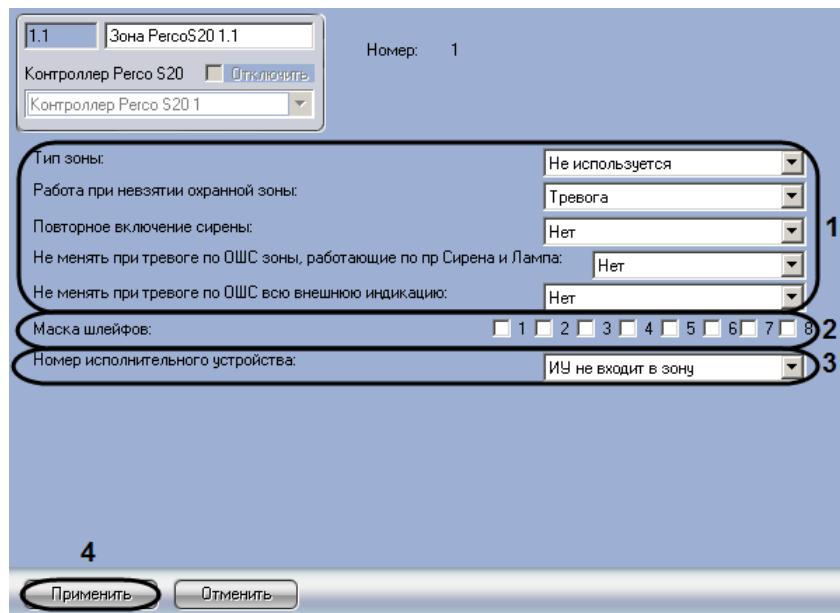

Рис. 3.3—16 Панель настроек объекта Зона PercoS20
2. Задать параметры зоны (см. Рис. 3.3—16, 1, Таб. 3.3—8).